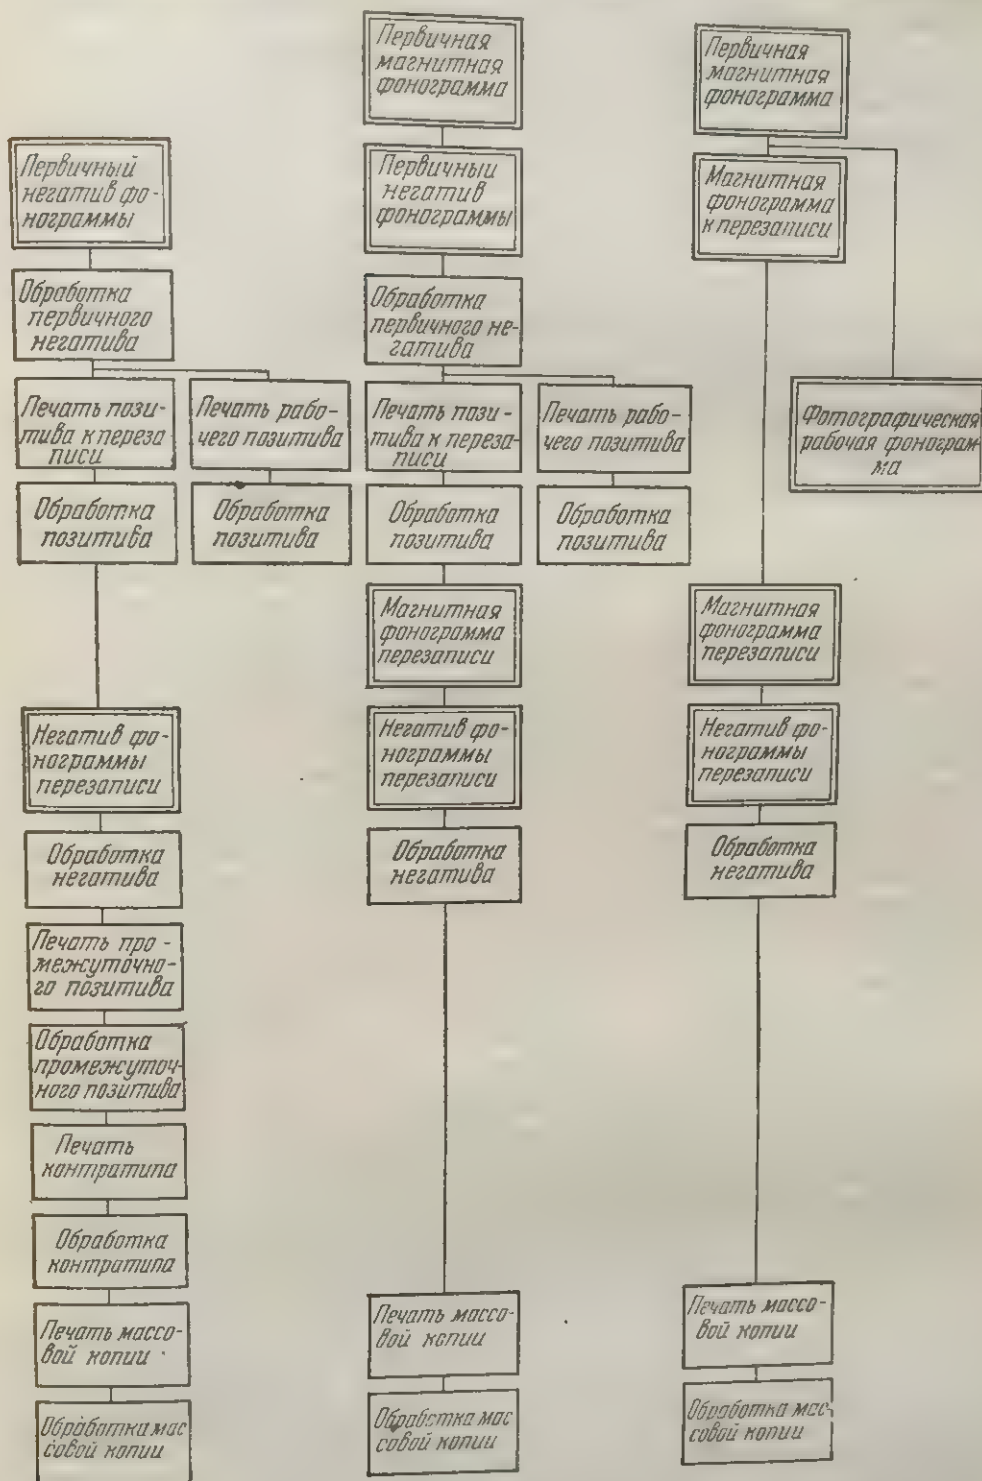

Рис. 104. Схемы технологического процесса звукозаписи
На рис. 104 показаны для сравнения схемы фотографической записи звука, магнитно-фотографического и сквозного магнитного процессов записи звука.
В средней части рис. 104 приведена схема магнитно-фотографического процесса, успешно использованного на киностудии «Мосфильм» и на ряде других киностудий.
3. Дальнейшим шагом вперед по пути внедрения магнитной записи звука в производство кинофильмов является сквозной магнитный процесс с прямой позитивной записью звука (см. рис. 104). Схема отличается от предыдущей тем, что запись и обработка первичного негатива фотографической фонограммы исключены. Для текущего монтажа с первичной магнитной фонограммы записывается по способу прямой позитивной записи фотографическая фонограмма, которая выдается съемочной группе.
Заканчивая рассмотрение схем технологического процесса звукозаписи, приведенных на рис. 104, необходимо отметить, что по мере упрощения технологического процесса записи звука при переходе от одной схемы к другой, работа звукотехнического цеха не упрощается, а усложняется. Это происходит из-за увеличения числа выполняемых цехом основных технологических операций над фонограммой.
Для наглядности операции, выполняемые звукотехническим цехом, обведены на схемах рис. 104 двойной рамкой. При обычном процессе фотографической записи звука таких операций только две: запись первичного негатива фотографической фонограммы и получение окончательного негатива фонограммы в процессе перезаписи. При переходном магнитно-фотографическом процессе каждой из этих операций предшествует запись соответствующей магнитной фонограммы, что увеличивает общее число операций, выполняемых звукотехническим цехом, с двух до четырех. При сквозном магнитном процессе с прямой позитивной записью цех звукотехники выполняет четыре операции: запись первичной магнитной фонограммы, перезапись с нее прямого позитива фонограммы, получение магнитной фонограммы в процессе перезаписи и получение негатива фотографической фонограммы перезаписи.